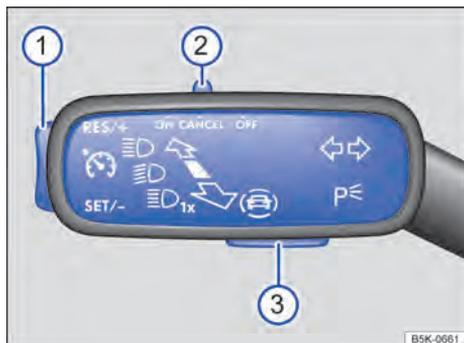

Fig. 138 En el lado izquierdo de la columna de dirección: mando y teclas para manejar el GRA.
- Desplace el mando → fig. 138 (2) a la posición **ON**.